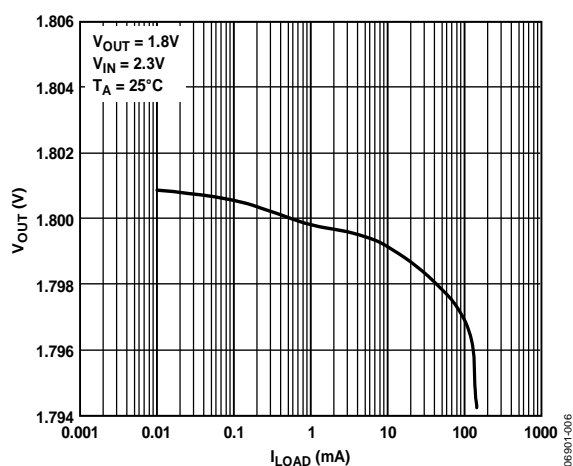

図 6.出力電圧対負荷電流
- ¹ 1 mA と 100 mA の負荷を使用した端点計算を使用。1 mA 以下の負荷に対する代表的な負荷レギュレーション性能については、図 6 を参照してください。